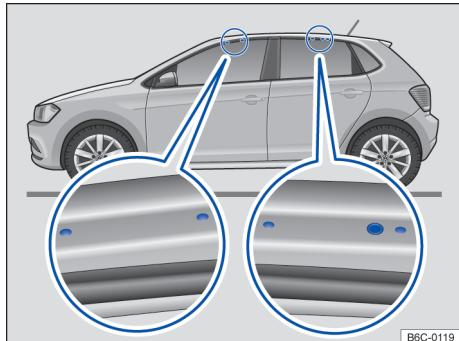

Fig. 119 Pontos de fixação dos suportes de base do bagageiro do teto (ambos os lados).
Os furos ou marcações dos pontos de fixação dos suportes de base ficam visíveis com a abertura das portas (dianteiras e traseiras) do veículo e encontram-se no lado nas vigas do teto → Fig. 119 (lupa). Os furos ou marcações para fixação atrás encontram-se no lado inferior das vigas do teto → Fig. 119 (lupa direita).
- Fixar os suportes de base somente nas marcações indicadas na figura → Fig. 119.